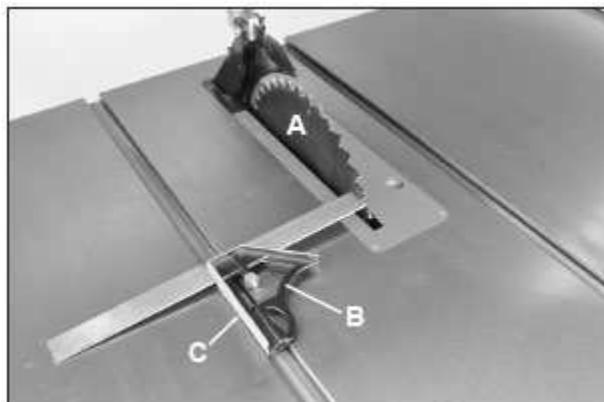

Рис. 21
1. Поднять пильный диск (рис. 21, А) в самое верхнее положение маховиком, расположенным спереди станка.
2. Поставить комбинированный угольник (рис. 21, В) на стол одной кромкой угольника на левый паз приспособления для пиления под углом (рис. 21, С).